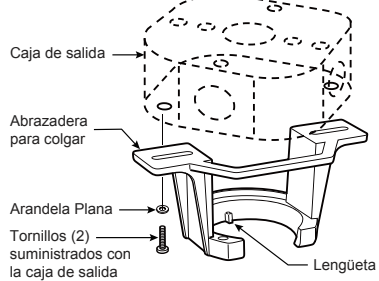

Figura 3
### Uso del soporte (Figura 3)
3. Retire el clip de horquilla y pasador de horquilla de la parte inferior de la bola para colgar. Retener el pasador y clip para la reinstalación en el paso 5. (Figura 3)
1. Fije bien la abrazadera para colgar a la caja de salida (no se incluye) con los tornillos y las arandelas provistas con la caja de salida. (Figura 3)
- 2. Deslice el receptor en el soporte de suspensión antes de realizar el cableado como se muestra en la figura 3.
3. Extraiga uno de los tres tornillos del carcasa de interruptor. Guarde el tornillo para pasos posteriores y afloje levemente los otros dos tornillos. (Figura 3)
3. Retire la cubierta de la batería del control remoto con un destornillador y conserve el tornillo para luego. (Figura 3)